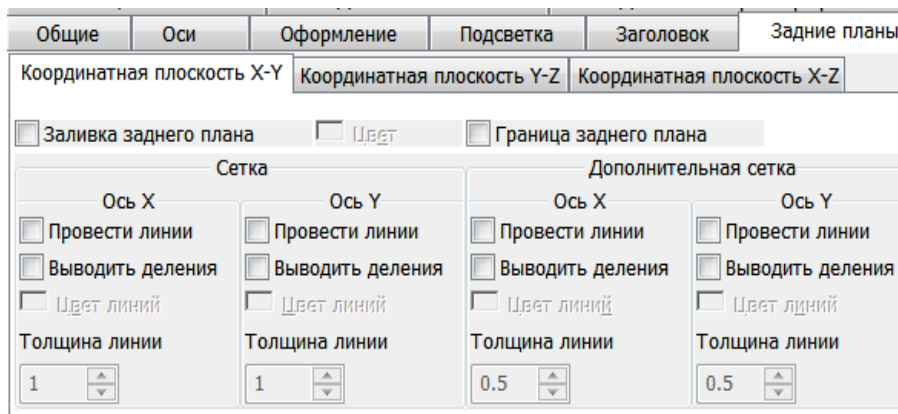

Рис. 4.10. Вид вкладки **Задние планы**
6) **Задние планы (Backplanes)** – здесь расположены области, в которых сосредоточены опции оформления заднего плана X-Y, Y-Z, X-Z (рис. 4.10).